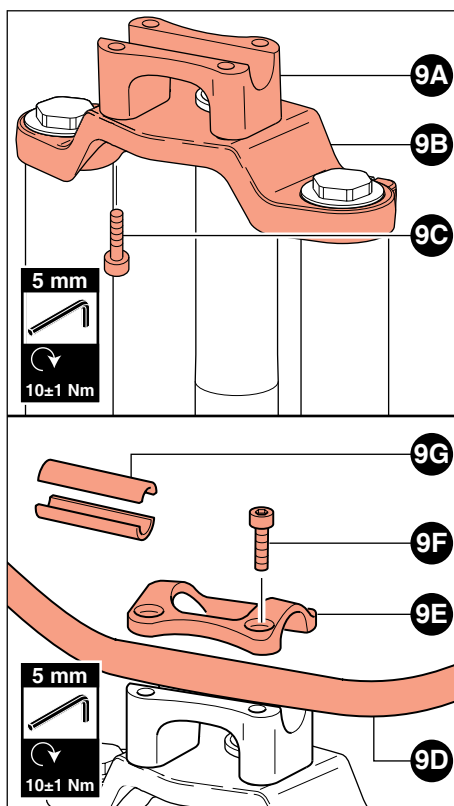

Figura 9 - Installazione attacco manubrio
- Installare il segmento di montaggio superiore dell'attacco sopra al manubrio (vedi **9E** di **Figura 9**).
- Bloccare il manubrio serrando le viti alla coppia prevista (**10±1 Nm**) con una chiave a brugola da 5 mm (vedi **9F** di **Figura 9**).
Per l'installazione di manubri con diametro diverso, sono disponibili "gusci di riduzione" da posizionare attorno al manubrio (tra il manubrio ed ogni segmento dell'attacco) che consentono di mantenerlo in posizione (vedi **9G** di **Figura 9**).
- Installare il segmento di montaggio inferiore dell'attacco manubrio sulla piastra di sterzo superiore (vedi **10A** e **10B** di **Figura 9**).